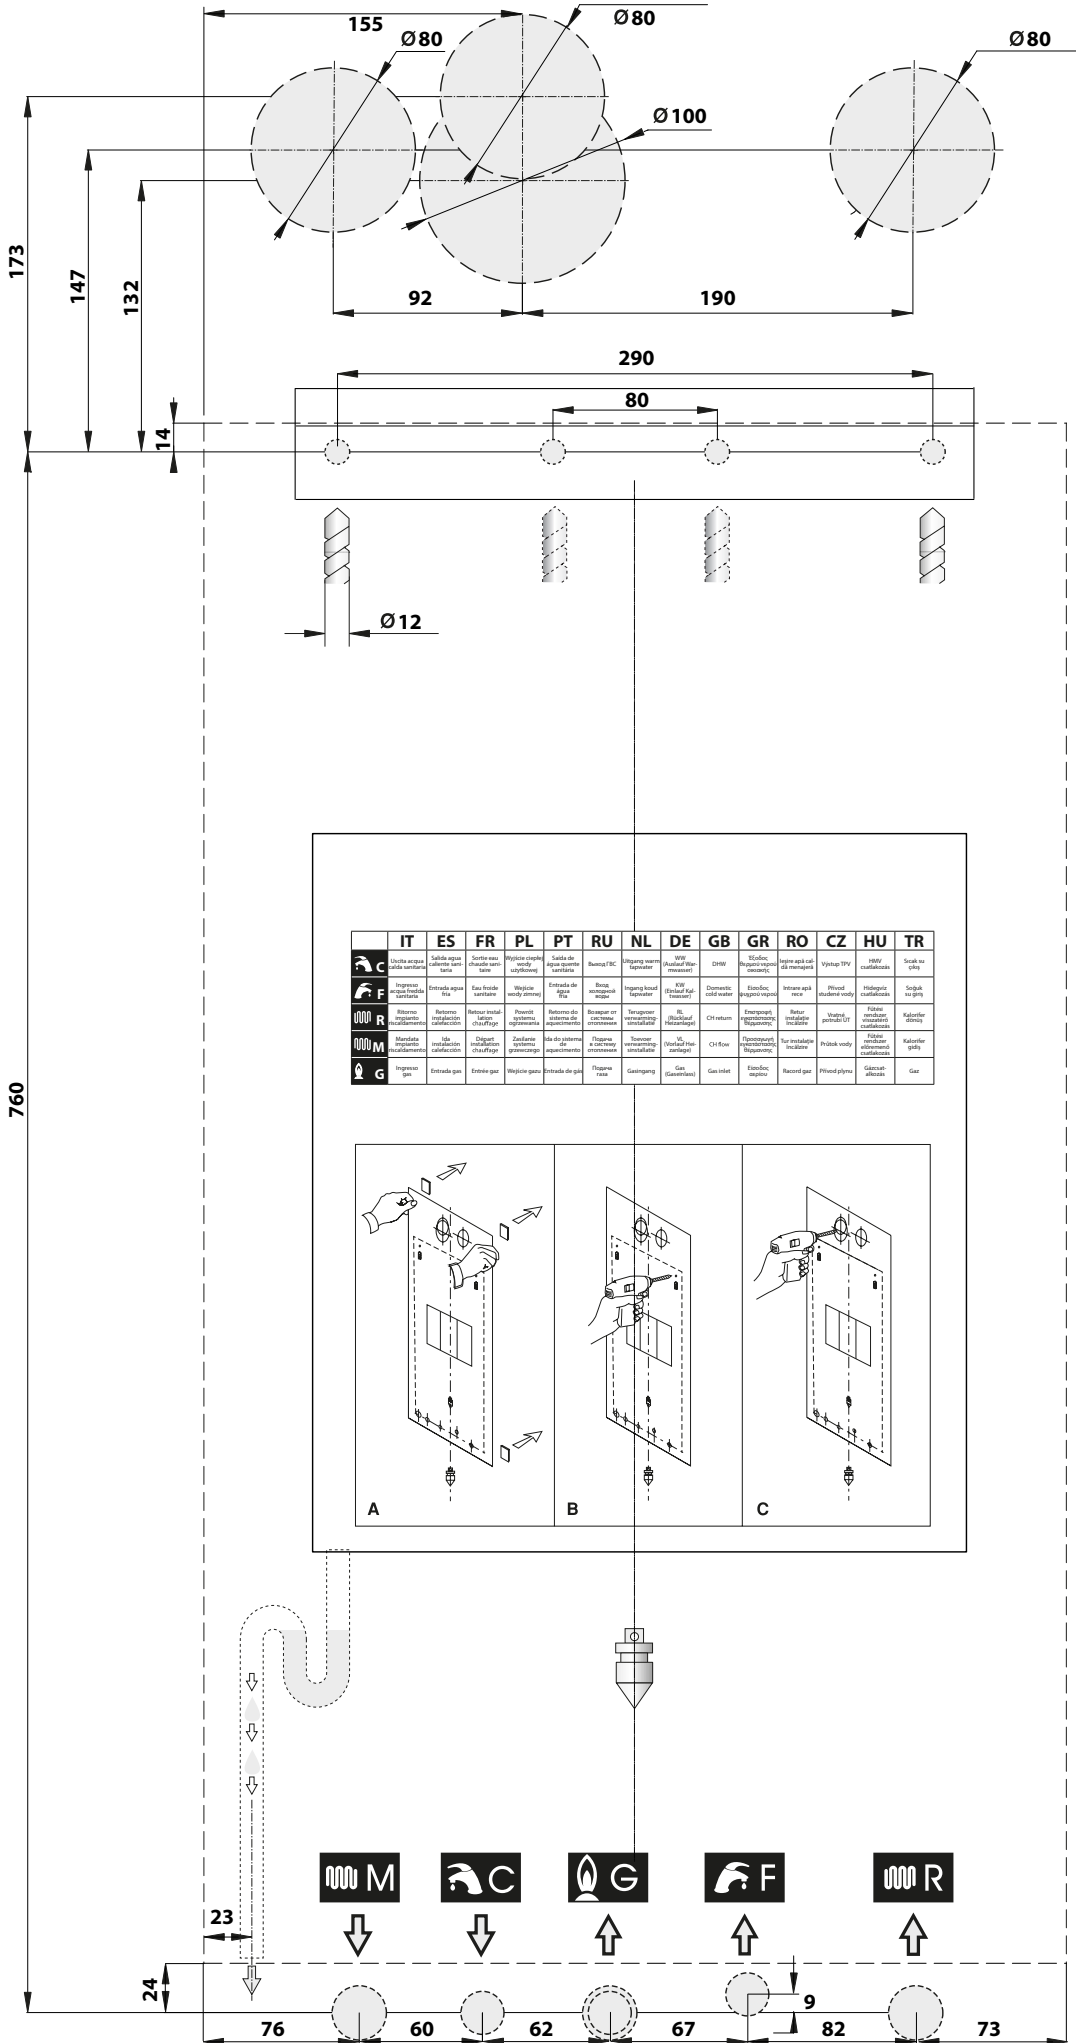

fig. 9
- o kit hidráulico com tubos de cobre para a ligação da caldeira à rede do gás, ao sistema de aquecimento (todos os modelos) e ao sistema sanitário (KC);
- b) o gabarito de fixação da caldeira na parede (fig. 9);
Cada aparelho é fornecido com um gabarito específico de papel que se encontra na embalagem (fig. 9),
- fixe o gabarito (fig. 9) na parede;
- tendo como referência o gabarito (fig. 9), posicione as conexões para a ligação:
- da saída de água quente (KC) ou de envio do acumulador (KRB) (**C**);